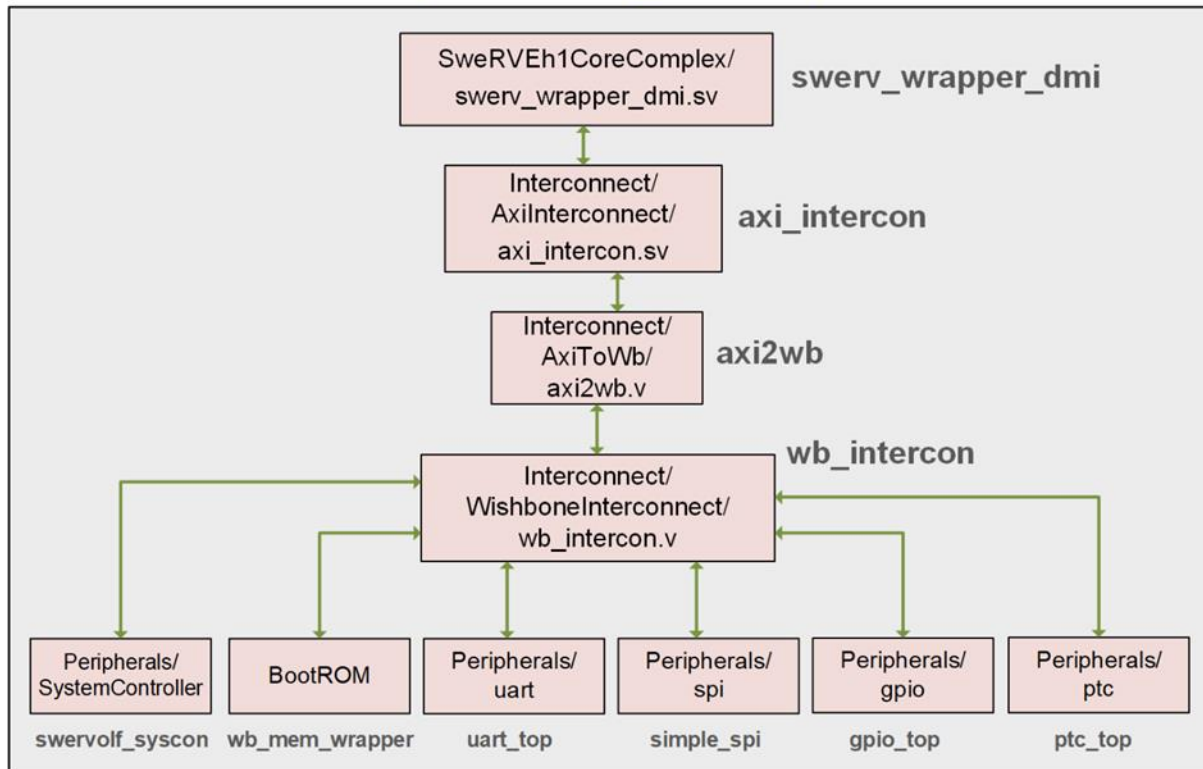

Figura 28. SoC SweRVolfX
Figura 28 muestra la estructura de archivos para el **SoC SweRVolfX** (Figura 21). El SoC está organizado como los módulos que corresponden a los bloques mostrados en la Figura 21.
- **swervolf_core**: instancia del **SoC SweRVolfX** descrito en la subsección anterior (Figura 28). Esto también requiere un archivo de restricciones llamado *rvfpganexys.xdc* (disponible en *[RVfpgaPath]/RVfpga/src/*), que define las conexiones entre el SoC y la placa.